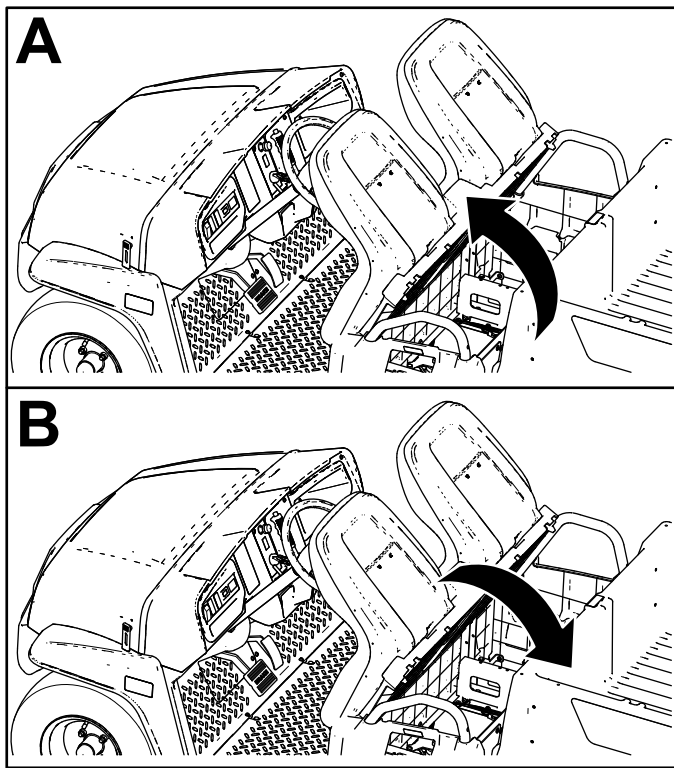

Figura 30
Para elevar el conjunto de asientos, empuje el conjunto de asientos hacia adelante hasta que descansa sobre el volante (Figura 30).
Para bajar el conjunto de asientos, empuje el conjunto hacia atrás hasta que encaje en su posición inicial (Figura 30).
1. Empuje el conjunto de asientos hacia adelante a la posición elevada (Figura 30).